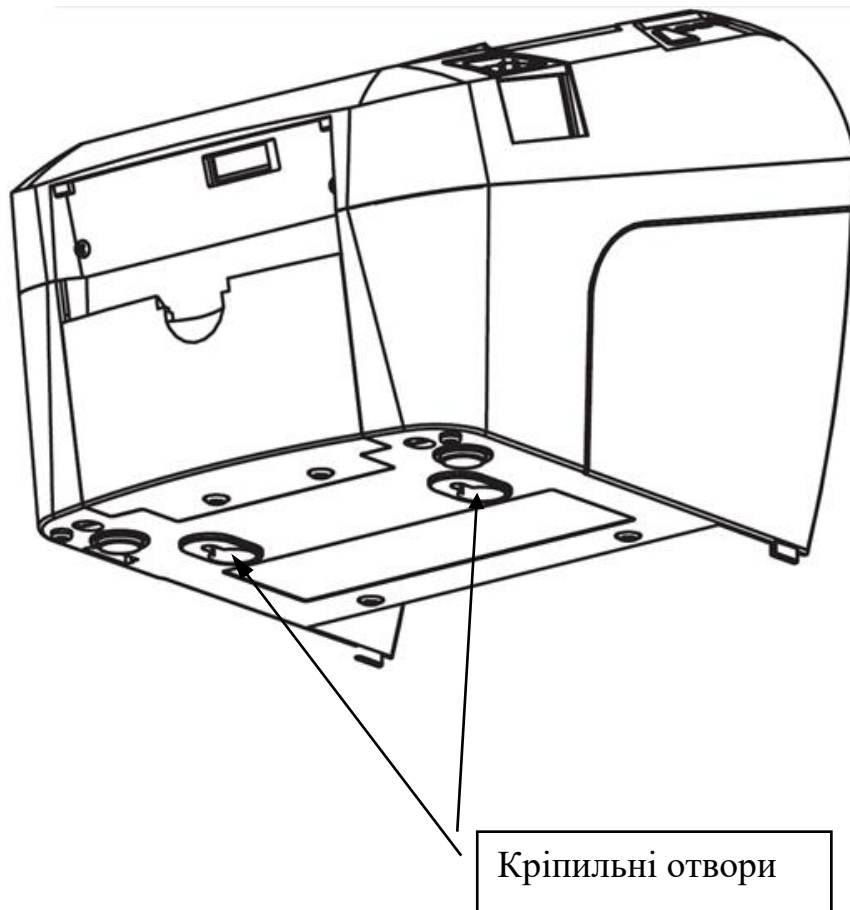

Рисунок 4 – Кріпильні отвори реєстратора
3.2.7 Реєстратор можна встановлювати горизонтально на плоскій поверхні (так, щоб папір виходив з прорізу зверху) або в вертикальному положенні (так, щоб папір виходив з прорізу з передньої сторони), підвісивши реєстратор на стіні (рисунок 4).
- знизу знаходяться кріпильні отвори реєстратора (рисунок 4).